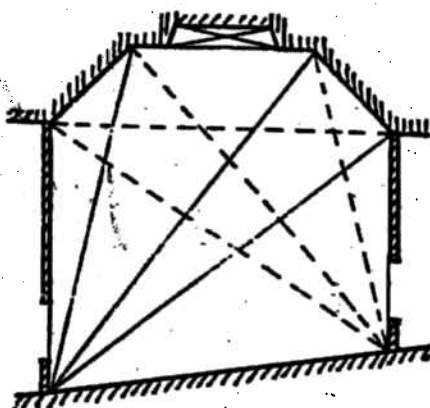

Fig. 2
- Les diagonales partent d'un point, d'un angle et forment une série de triangles, se complétant l'un par l'autre en éventail, également pour tout ou partie d'un local (Fig. 2).